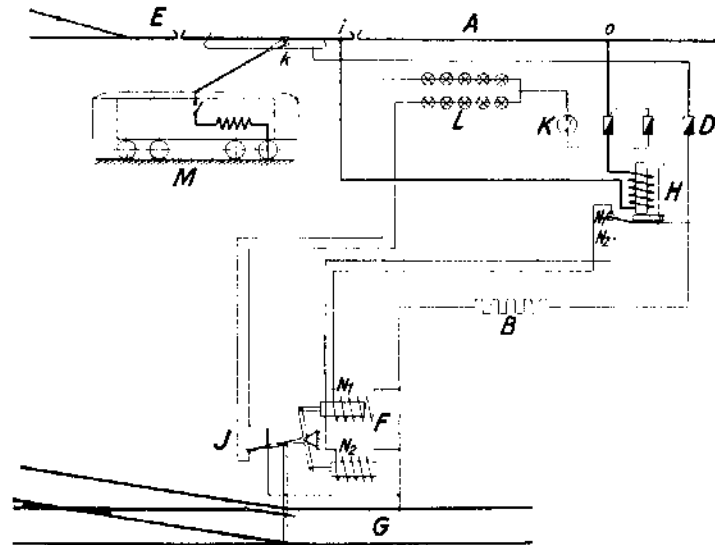

Abb. 3.
dann fließt der Hauptstrom (Abb. 3) von der Fahrleitung o über den Schaltmagneten H zu dem Fahrleitungsstück (i) und von hier über den Stromabnehmer zu den Motoren (M). Hierdurch zieht der Schaltmagnet H einen Umschalthebel an, der die Verbindung zu der einen Magnetspule N_1 herstellt. Unmittelbar darauf berührt der Stromabnehmer den zweiten isolierten Fahrleitungsteil k. Es entsteht nun ein Nebenstrom von der Fahrleitung A über den Umschalthebel H zu der Stellwerkspule N_1 . Diese zieht ihren Kern an und legt die Weichenzungen G, falls sie noch nicht auf „geradeaus“ gestanden haben, in die genannte Fahrtrichtung. Nachdem der Stromabnehmer die isolierten Fahrleitungsstücke i, k verlassen hat und die Haupt- und Nebenstromleitungen stromlos geworden sind, fällt der Umschalthebel in seine Ursprungslage zurück (ein folgender gleichschaltender Wagen zieht wohl den Magneten des Umschalthebels H an, verändert aber an der Weichenlage nichts). Der Umschalthebel H liegt im stromlosen Zustande an einer Leitung zu der zweiten Magnetspule N_2 . Soll nun ein Wagen abbiegen, so schaltet der Fahrer seinen Fahrschalter aus. Bei Berührung der beiden isolierten Fahrleitungsstücke i, k durch den Stromabnehmer fließt ein Nebenstrom von der Fahrleitung o über den Schaltmagneten H. Dieser zieht aber wegen des geringeren Stromes nicht an. Der Umschalthebel bleibt an der Leitung zu der zweiten Magnetspule N_2 liegen. Diese zieht ihren Kern ein und legt so die Weichenzungen G durch die Zugstangen in die